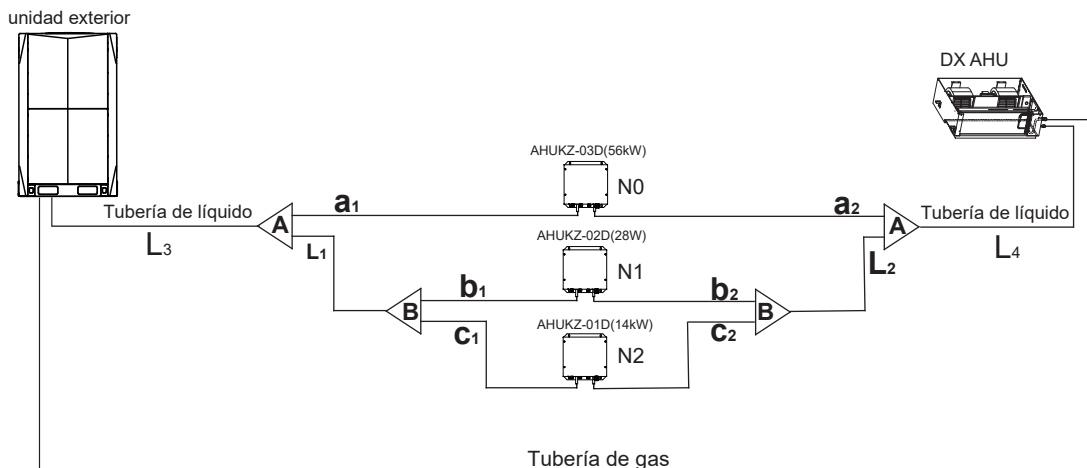

Imagen 3-7
e.x.1: Consulte la Imagen 3-7, la capacidad de la caja del control descendente para L4 es 560 + 280 + 140 = 980, la tubería es Φ19,1.